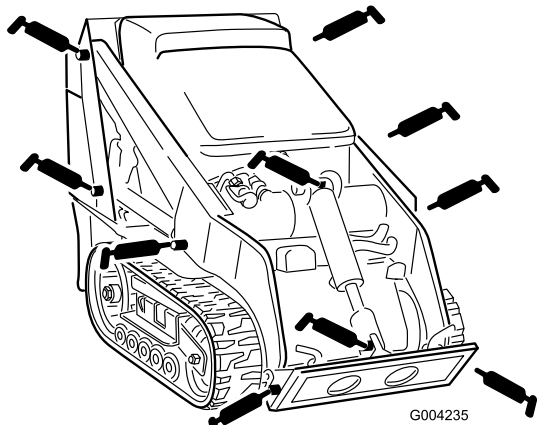
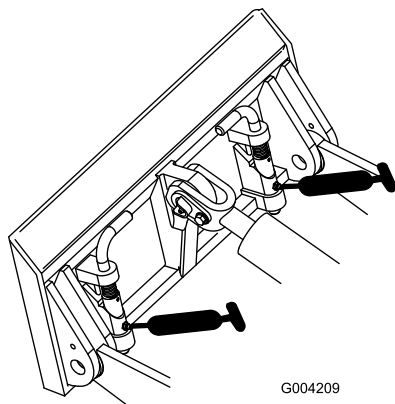

Figura 32
Figura 33
3. Conecte una pistola de engrasar a cada punto de engrase (Figura 32 y Figura 33).